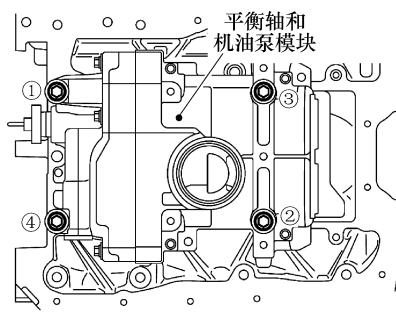

图 4-77 紧固平衡轴与机油泵模块螺栓
4) 按照图 4-77 中数字所示的编号顺序将平衡轴和机油泵模块的固定螺栓拧紧至规定力矩。
5) 按照图 4-77 中数字所示的编号顺序再次将平衡轴和机油泵模块的固定螺栓拧紧至规定力矩。